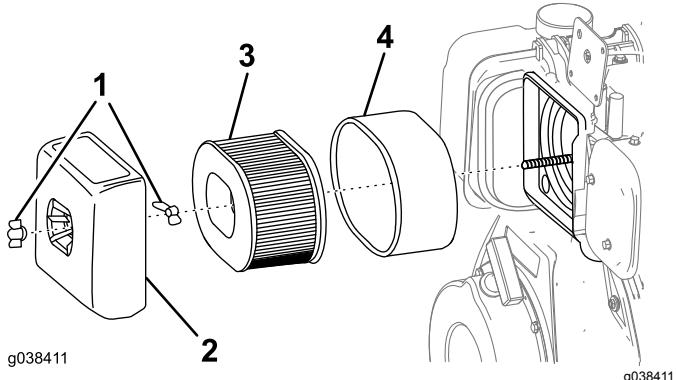

Figura 20
3. Retire la tuerca de orejeta que sujeta la tapa del limpiador de aire (Figura 20).
6. Separe cuidadosamente de la base los elementos de gomaespuma y de papel (Figura 20).
7. Separe el elemento de gomaespuma del elemento de papel (Figura 20).